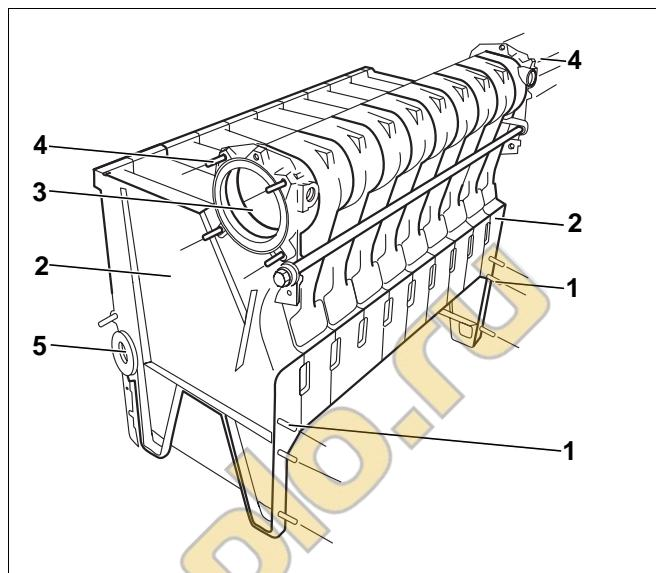

Рис. 21 Установка шпилек
- Ввернуть по четыре шпильки (рис. 21, **поз. 4**) слева и справа в резьбовые отверстия верхней ступицы котла (рис. 21, **поз. 3**).
- Ввернуть по три шпильки (рис. 21, **поз. 1**) в конечные секции (рис. 21, **поз. 2**) справа и слева с передней стороны.
Нижние ступицы котла на конечных секциях (рис. 21, **поз. 2**) нужно закрыть прилагаемыми заглушками.
- Закрыть глухой заглушкой $1\frac{3}{4}''$ заднюю нижнюю ступицу котла (рис. 21, **поз. 5**). Во второй котловый блок вкручивается заглушка ($1\frac{3}{4}'' \times 1''$) с подключением трубопровода к расширительному баку.